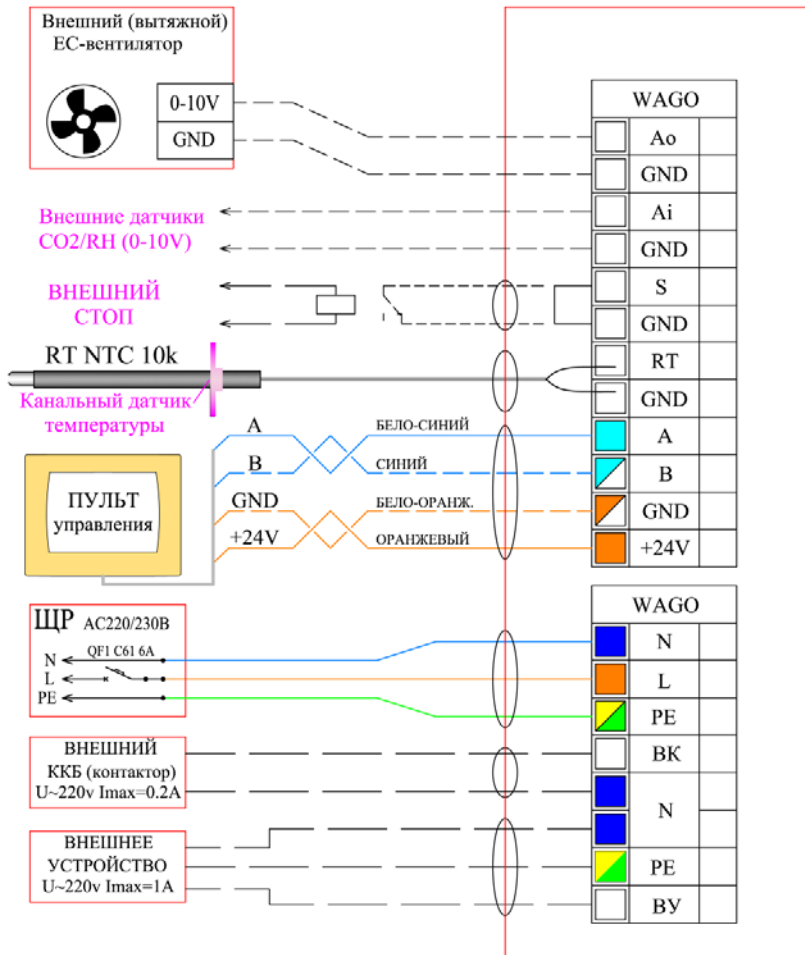

Рис. 4
Подключения производятся в соответствие со схемой (Рис. 4), «пропуская» кабели через установленные в корпусе блока автоматики гермовводы. Силовой кабель от установки необходимо подключать непосредственно к электрошпиту через отдельный автоматический выключатель на 6(10) А. Рекомендованный кабель – ПВС 3х1.5 мм2.